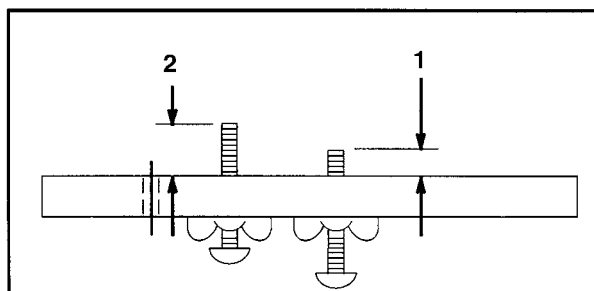

Figure 19
6. A l'aide d'un pied à coulisse, mesurez la hauteur de la première et la deuxième vis. Mesurez la distance entre la face du calibre et l'extrémité de la vis (Fig. 19).